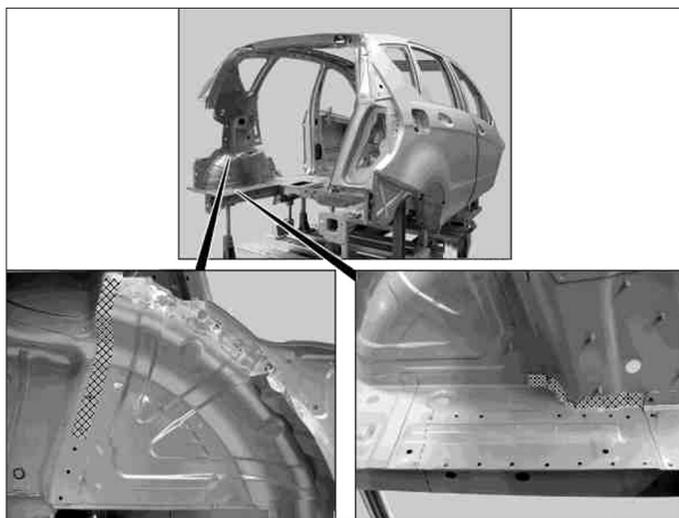

FIG. 134
- Chauffer à l'aide d'un décapeur thermique les zones hachurées (Fig.134).